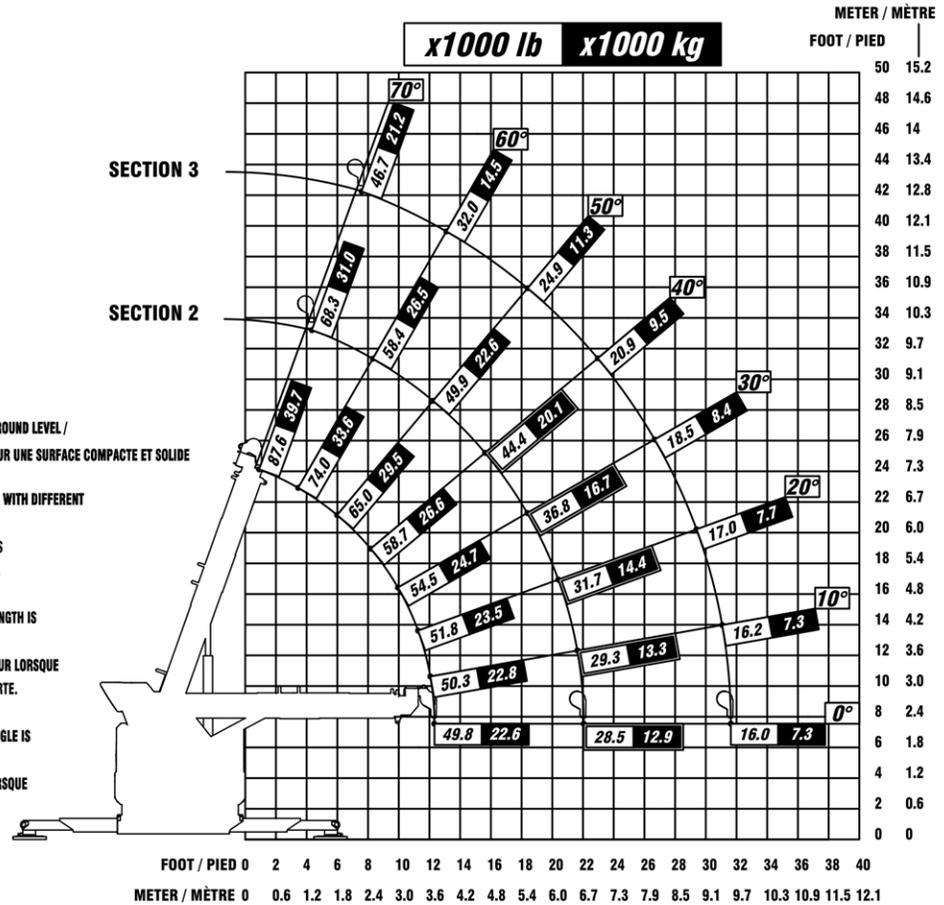

FIGURE 18 – CAPACITÉ DE LEVAGE DU MODÈLE CSR65 À PARTIR DU CÔTÉ
- Figure 18 — Capacité de levage du modèle CSR65 à partir du côté